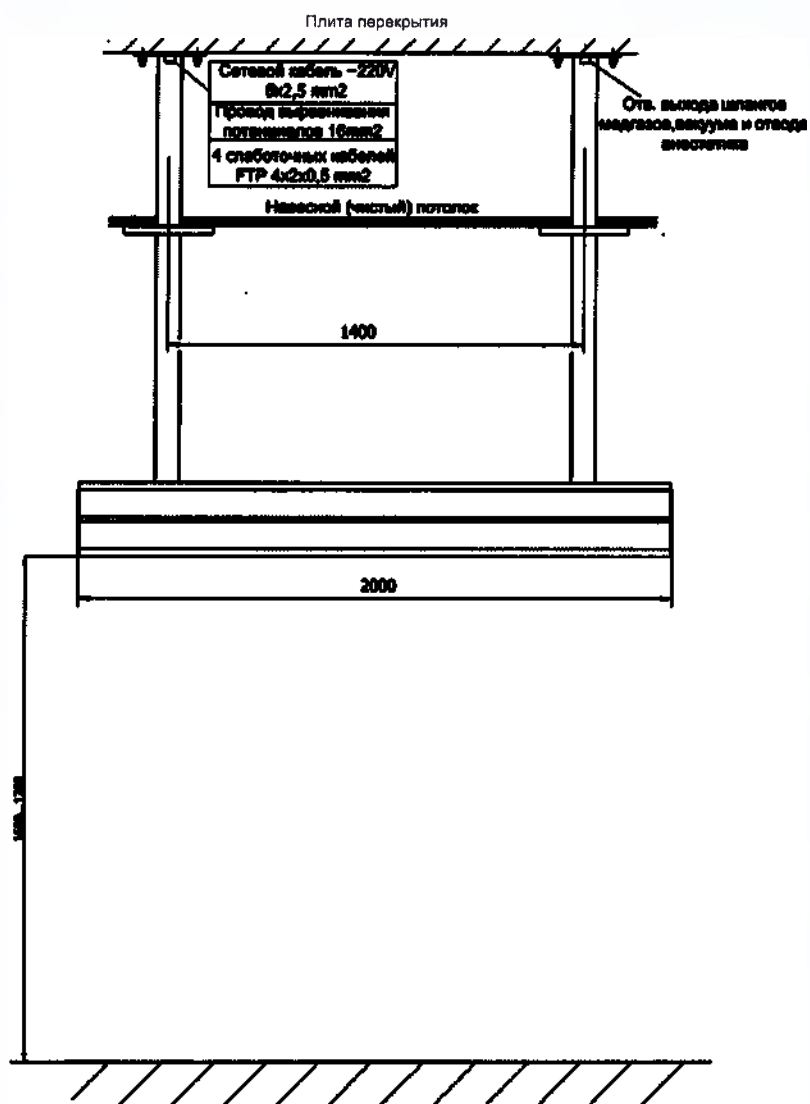

Рис. 5 Размеры для крепления потолочной консоли
7.3. Крепление консолей к потолочному перекрытию приведен на Рис. 5. Перед креплением консолей к потолочному перекрытию прикрепить пластины опор (S=10) к опорам консоли с помощью винтов DIN 7991 M8x35.
7.4. Крепление консолей на 1 место приведено на Рис. 5
7.6. Подвод сети электропитания проводить медным 5-ти жильным кабелем с сечением жилы 2,5, мм². Подвод шины клемм выравнивания потенциалов проводом сечением 16 мм², разъемов для информационных сигналов – кабелем типа FTP4x2x0.5. (Кабель провести через опору и подключить к компьютерному гнезду см. Рис. 5)